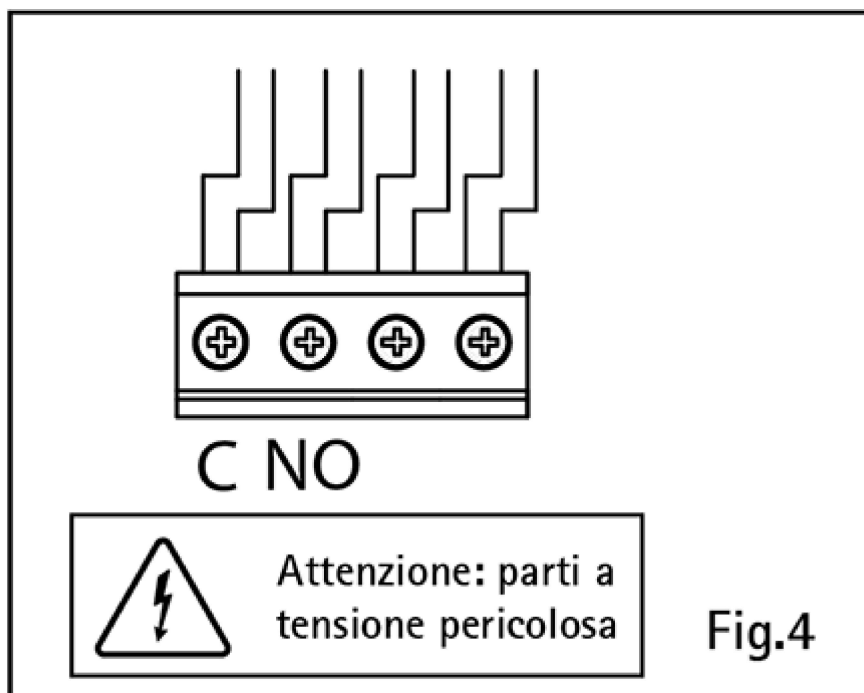

FIG.4
3. Identificar los cables de control COM (Cable Común) y NO (*Normally Open*), ayudándose con serigrafías, etiquetas y/o esquemas de conexión normalmente presentes en el viejo termostato (fig. 4). **ATENCIÓN: si hay presentes más de dos cales, los otros están en exceso. Identificarlos y aislarlos con cinta aislante eléctrica.**